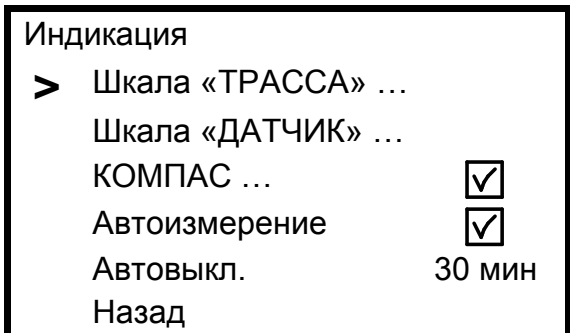

рисунок 3.1.б
- в пункте «Шкала «ТРАССА»» (рисунок 3.1.в):